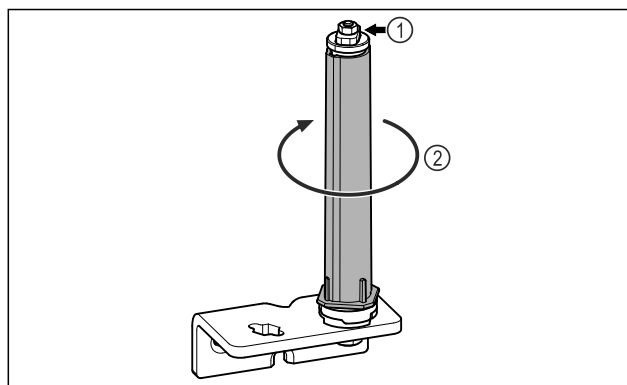

Fig. 21
- ▶ Nerozebírejte uzávěrací systém dvířek Fig. 21 (1).
- ▶ Otáčejte uzávěracím systémem Fig. 21 (2), dokud nezacvakne.